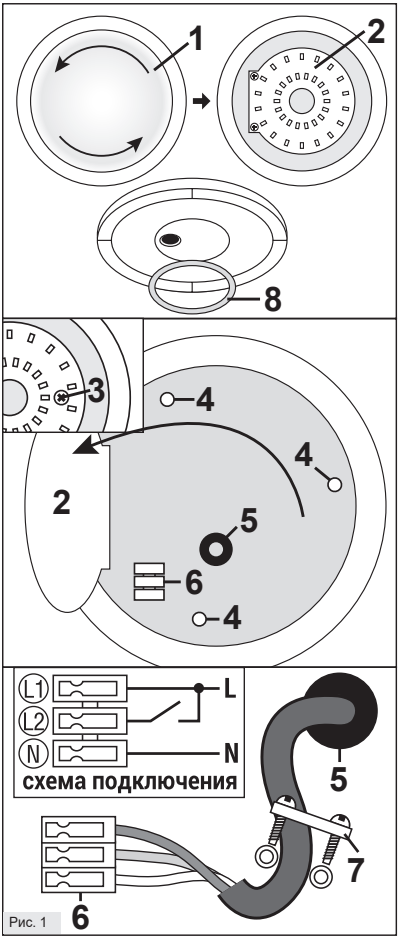

Рис. 1
3. Снимите рассеиватель (1) светильника, повернув его против часовой стрелки (Рис. 1).
4. Выкрутите саморез (3) и откройте светодиодный модуль (2) как показано на рисунке.
5. Наметьте место будущей установки светильника (4) и просверлите 3 отверстия.
6. Установите резиновое кольцо (8) из монтажного комплекта как показано на рисунке.